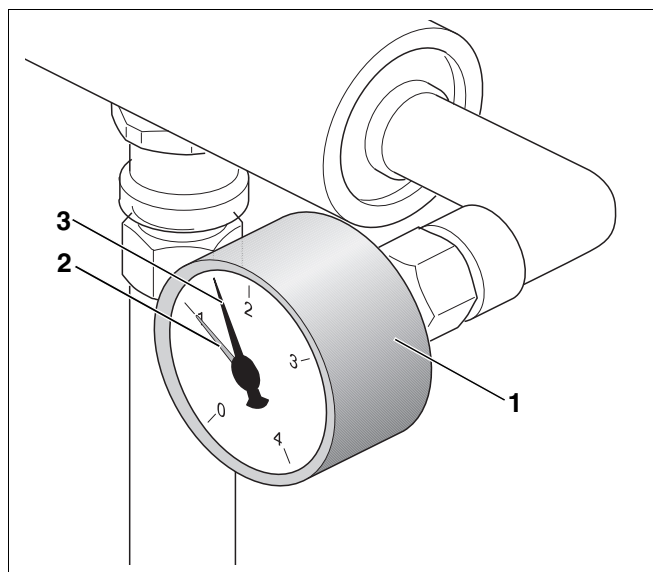
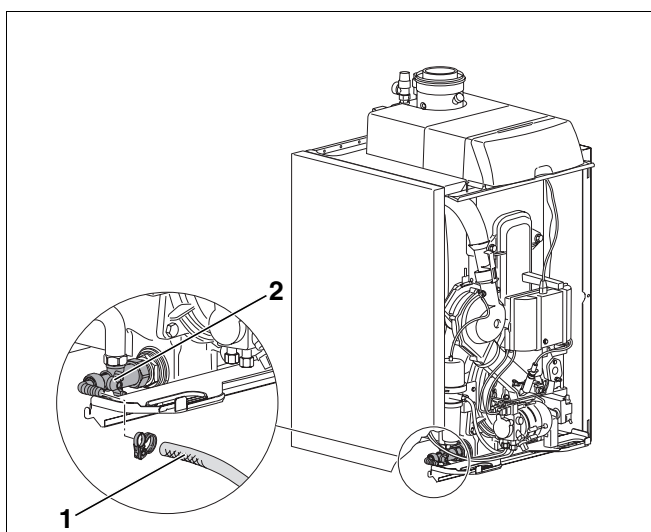

Fig. 13 Manometro
Fig. 16 Riempire con acqua di rabbocco
L'impianto di riscaldamento è dotato di un manometro (fig. 13, **pos. 1**), sul quale è possibile leggere l'attuale pressione dell'impianto.
Negli impianti chiusi, la lancetta del manometro (fig. 13, **pos. 3**) deve stare sopra la lancetta rossa (fig. 13, **pos. 2**).
La lancetta rossa (fig. 13, **pos. 2**) del manometro deve essere regolata sulla pressione necessaria per l'impianto di riscaldamento. L'installatore imposterà per voi il valore della pressione necessaria.
- Controllare che la lancetta del manometro (fig. 13, **pos. 3**) stia sopra la lancetta rossa (fig. 13, **pos. 2**).
Se la lancetta del manometro (fig. 13, **pos. 3**) si trova al di sotto della lancetta rossa (fig. 13, **pos. 2**), la pressione dell'acqua dell'impianto di riscaldamento è troppo bassa. Dovete pareggiare la perdita d'acqua, riempiendo l'impianto con acqua di rabbocco.
- Inserire un tubo flessibile pieno d'acqua (fig. 16, **pos. 1**) sul rubinetto di carico e scarico (fig. 16, **pos. 2**).
- Aprire con prudenza il rubinetto dell'acqua e il rubinetto di carico e scarico (fig. 16, **pos. 2**) e riempire lentamente l'impianto di riscaldamento, fino a che la lancetta del manometro (fig. 13, **pos. 3**, pagina 21) si posiziona al di sopra della lancetta rossa (fig. 13, **pos. 2**, pagina 21).
- Quando la pressione idraulica consigliata di 1,5 bar viene raggiunta, chiudere il rubinetto dell'acqua e il rubinetto di carico e scarico (fig. 16, **pos. 2**) della caldaia.
- Estrarre il tubo flessibile (fig. 16, **pos. 1**) dal rubinetto di carico e scarico (fig. 16, **pos. 2**).